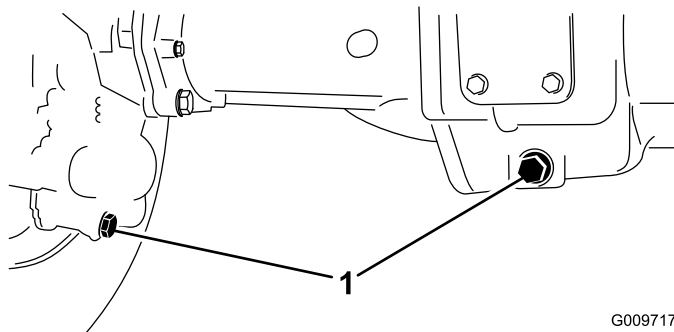

Figure 94
- Nettoyez la surface autour des 3 bouchons de vidange, 1 à chaque extrémité et 1 au centre (Figure 94).